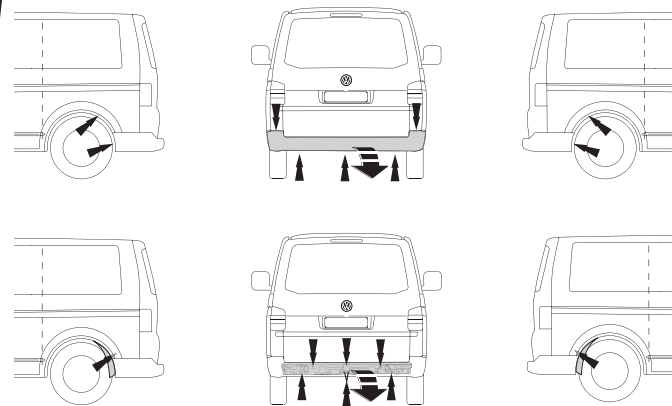

Fig.3
1. Снять оба блока задних фар. (на рис. 3, 3a)
2. Снять бампер вместе со стальным буферным брусом автомобиля; буферный брус больше не понадобится. Поставить болты на место. (на рис. 3, 3a)
1. Снять бампер. (на рис. 3)
2. Снять арматуру бампера. (на рис. 3)